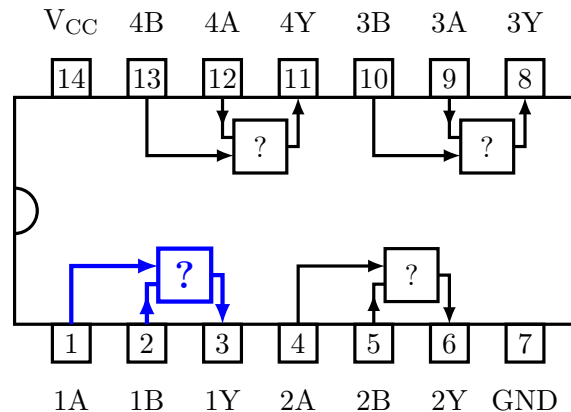

Abbildung 17: Aufbau eines Logikgatters der Bauteilfamilie SN74HC
Mit Hilfe des Mikrocontrollers soll ein Logic-Analyzer realisiert werden, der die logische Funktion eines Logik ICs anhand seiner Eingangs- und Ausgangscharakteristik erkennt. Im Praktikum werden dafür Logikbausteine der Familie SN74HC der Firma Texas Instruments verwendet. Diese Bauteile verfügen jeweils über 14 Pins und beinhalten jeweils 4 Stück der implementierten Logikgatter. In Abbildung 17 ist der Aufbau eines solchen Logikbausteines ersichtlich. Um den Aufbau am Steckbrett zu vereinfachen, soll in den folgenden Praktikumsaufgaben immer das erste (blau eingezeichnete Gatter) bestimmt werden!
- Bereiten Sie am Steckbrett einen *Teststeckplatz* für drei unbekannte Logikbausteine, den DUTs (**D**evice **U**nder **T**est) vor. Achten Sie dabei auf die richtige Verdrahtung der ICs. Die Kerbe (siehe Abbildung 17, links) gibt an, auf welcher Seite (links oder rechts) der Pin 1 zu finden ist.